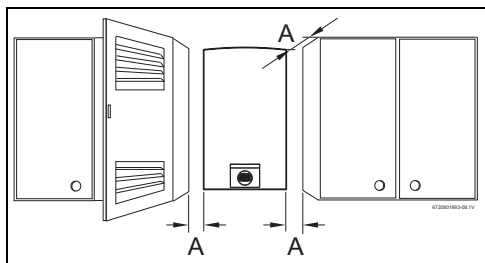

Fig. 21 Distanze minime (mm)
- ▶ Rispettare le misure minime d'installazione indicate nella Fig. 21.
- ▶ Assicurare la buona accessibilità durante i lavori di manutenzione, rispettando le distanze minime indicate nella Fig. 21 .